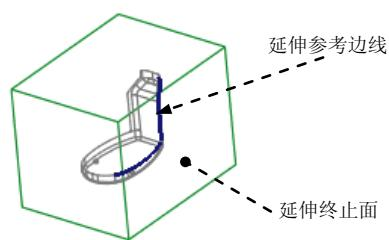

图 26.9 延伸参考边线 1
(1) 选取图 26.9 所示的复制曲面的边线（为了方便选取复制边线和创建延伸特征，遮蔽参考模型并取消遮蔽坯料）。
(2) 单击 **分型面** 功能选项卡 **编辑** ▾ 区域中的 **延伸** 按钮，此时出现 **延伸** 操控板。
(3) 选取延伸的终正面。在操控板中按下按钮 ，选取图 26.9 所示的坯料表面为延伸的终正面。
(4) 在 **延伸** 操控板中单击 按钮，完成延伸曲面 1 的创建。